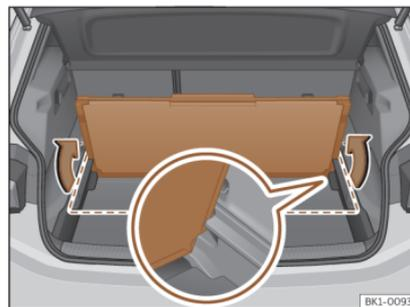

Fig. 138 En el maletero: fijar el segundo suelo del maletero.
- Una vez plegado, levántelo e introdúzcalo en los soportes laterales con el lado abierto hacia abajo»» **fig. 138** (imagen ampliada). »